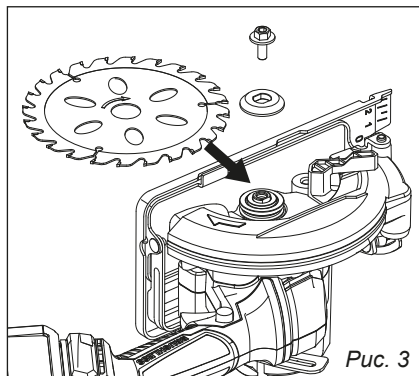

Рис. 3
2. Отведите защитный кожух (рис. 3).